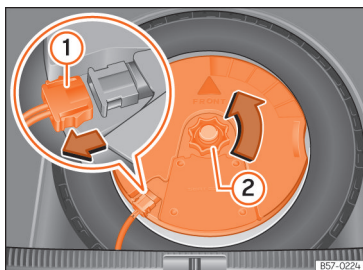

Fig. 222 În portbagaj: demontați subwoofer-ul.
- Deconectați cablul difuzorului subwoofer » fig. 222 ①.
- Rotiți roata de asigurare în sens antiorar » fig. 222 ②.